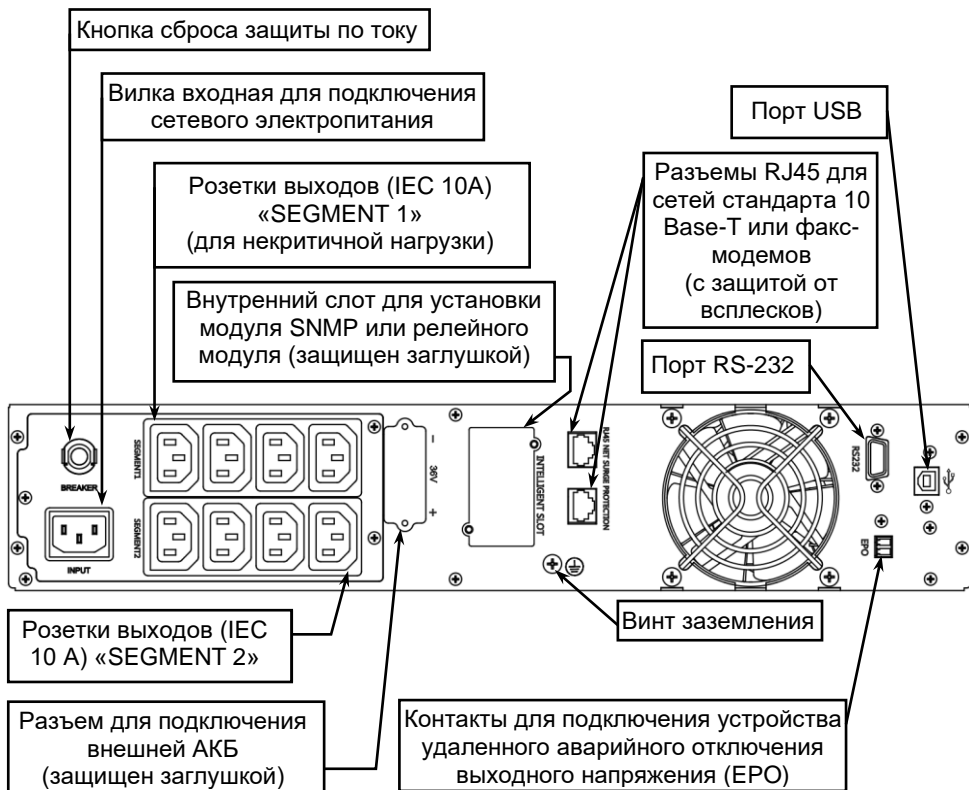

Рисунок 2 – Общий вид задней панели изделия
- вентилятор охлаждения и разъемы коммутационных портов (см. рисунок 2);
Соедините винт заземления изделия (см. рисунок 2) с контуром заземления телекоммуникационного шкафа перемычкой заземления (в комплект поставки не входит).
- подключите к выходным розеткам изделия кабели питания нагрузок (см. рисунок 2);